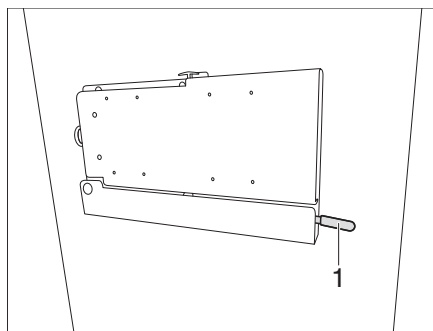

Fig. 125 Soporte con brazo articulado (variante 3)
- Empujar la palanca (Fig. 125,1) hacia abajo.
- Para bloquear la palanca (Fig. 125,1), volver a mover hacia arriba.